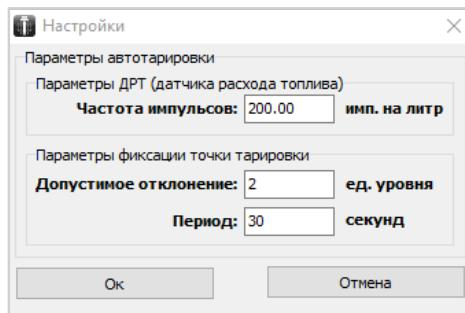

Рис.20. Настройка автотарировки
- в конфигураторе выбрать «Файл» – «Настройки». В появившемся меню (Рис.20), необходимо задать параметр «Частота импульсов», который соответствует количеству импульсов на 1 литр топлива. Данная характеристика приведена в документации на расходомер (ДРТ);